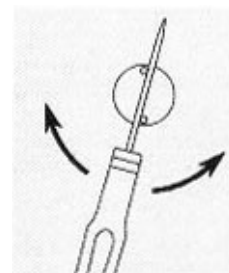

図 16
- スピンドルとディスクを離すために図 16 のようにドライバーをディスクの 2 本のピンの中に入れてください。次にドライバーでディスクを軽く回します。回す方向はどちらでも結構です。これでディスクは自由になります。